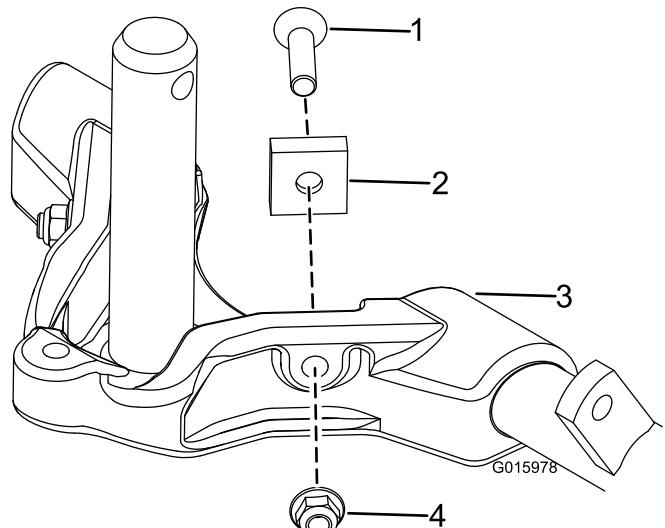
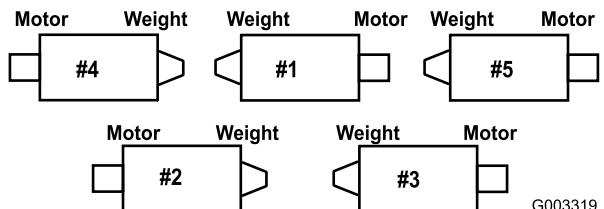

Figure 8
Figure 9
Augmentez la direction des plateaux de coupe arrière en retirant les (2) entretoises de pivot, les vis à tête creuse et les contre-écrous à embase (Figure 8) des bâti porteur des plateaux de coupe arrière (n° 2 et n° 3) (Figure 9).